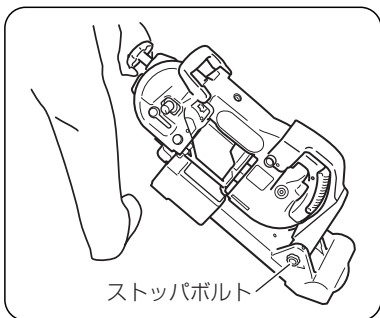

図 37
- (4) 車輪を使用して移動する場合は、図 37 のようにベース先端部を持ち、本体を傾斜させて移動します。